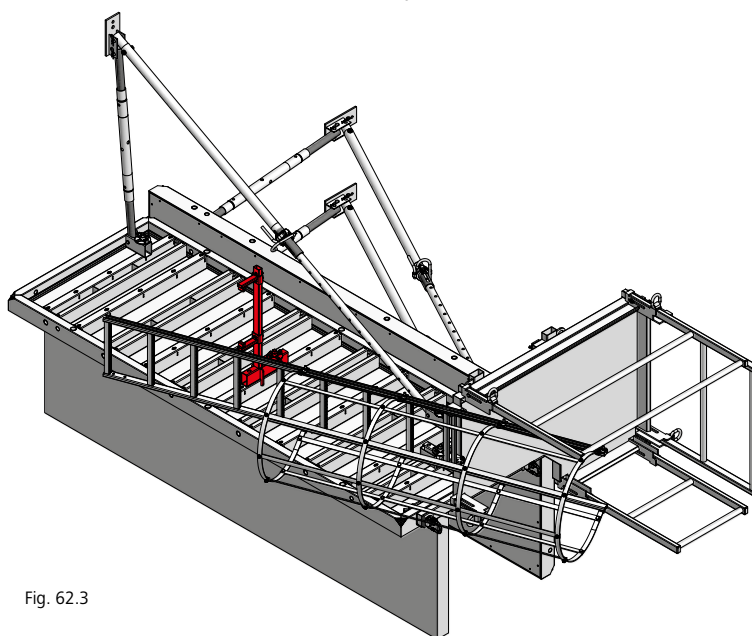
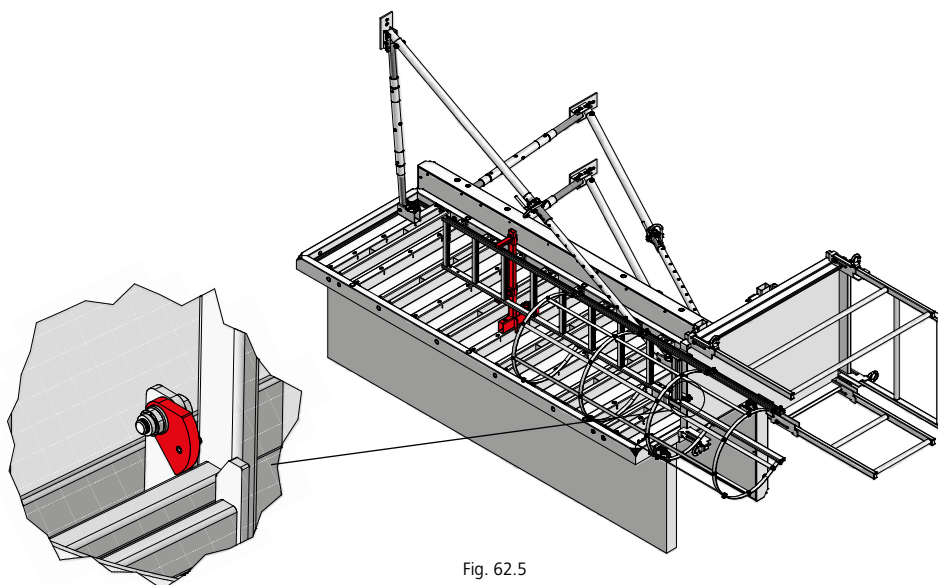

Fig. 62.3
Fig. 62.5
5. Revisser la bride en équerre sur la fixation d'échelle (Fig. 62.3 et Fig. 62.5).